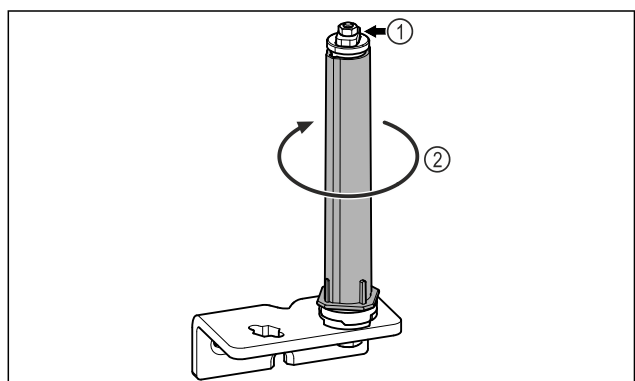

Fig. 18
- Türschließsystem Fig. 18 (1) nicht zerlegen.
- ▶ Schließsystem Fig. 18 (2) drehen, bis es klickt.